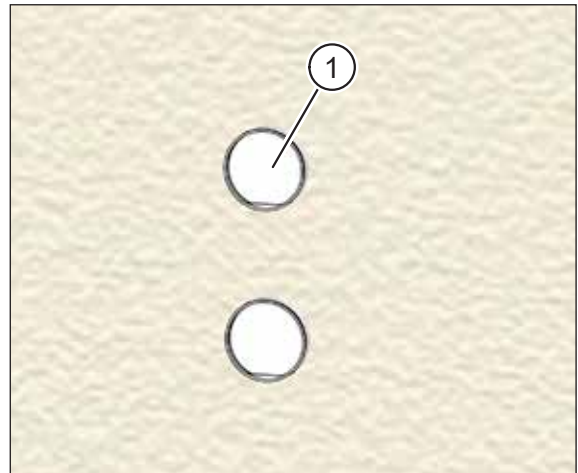

Abb. 67: Montageset außen verputzt
- ▶ Entfernen Sie beide Putzschutzhülsen (Pos. 1 in Abb. 67).